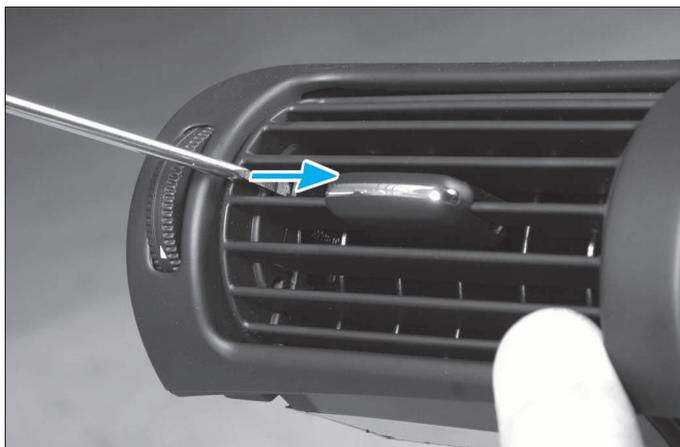

FIG. 24
- Décaler un aérateur latéral au delà de sa plage de réglage, pour cela, presser la languette située entre les lamelles de l'aérateur et le tourner (Fig.24).